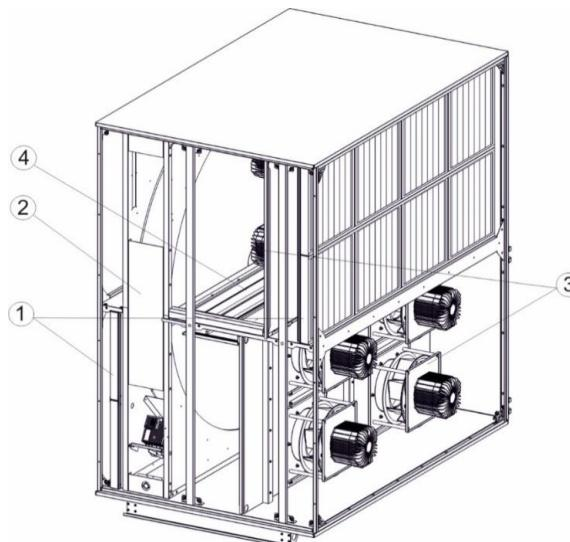

Рис.1. Пример базовой секции: 1 - панельный фильтр, 2 - вращающийся регенератор, 3 - вентиляторы с прямым приводом, 4 - воздушный клапан камеры смешивания
Базой компактных агрегатов VVS 21-150с является секция с энергоутилизацией тепла. Она состоит (рис. 1) из фильтров (1), рекуперационного теплообменника - врачающегося регенератора (2) и вентиляторов (3). Эта основная секция также доступна с камерой смешивания и с вентиляторами, расположенными на одной или разных сторонах по отношению к теплообменнику энергоутилизации.